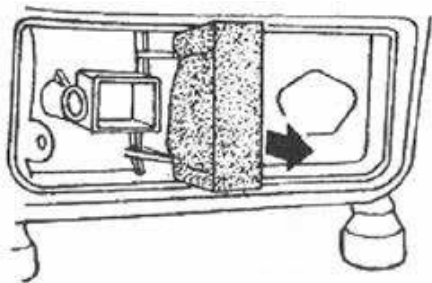

Рис. 4
1. Снимите крышку воздушного фильтра (5), выкрутив удерживающие ее винты (**рис. 1.1**). Вытяните на себя фильтрующий элемент воздушного фильтра (**рис. 4**).